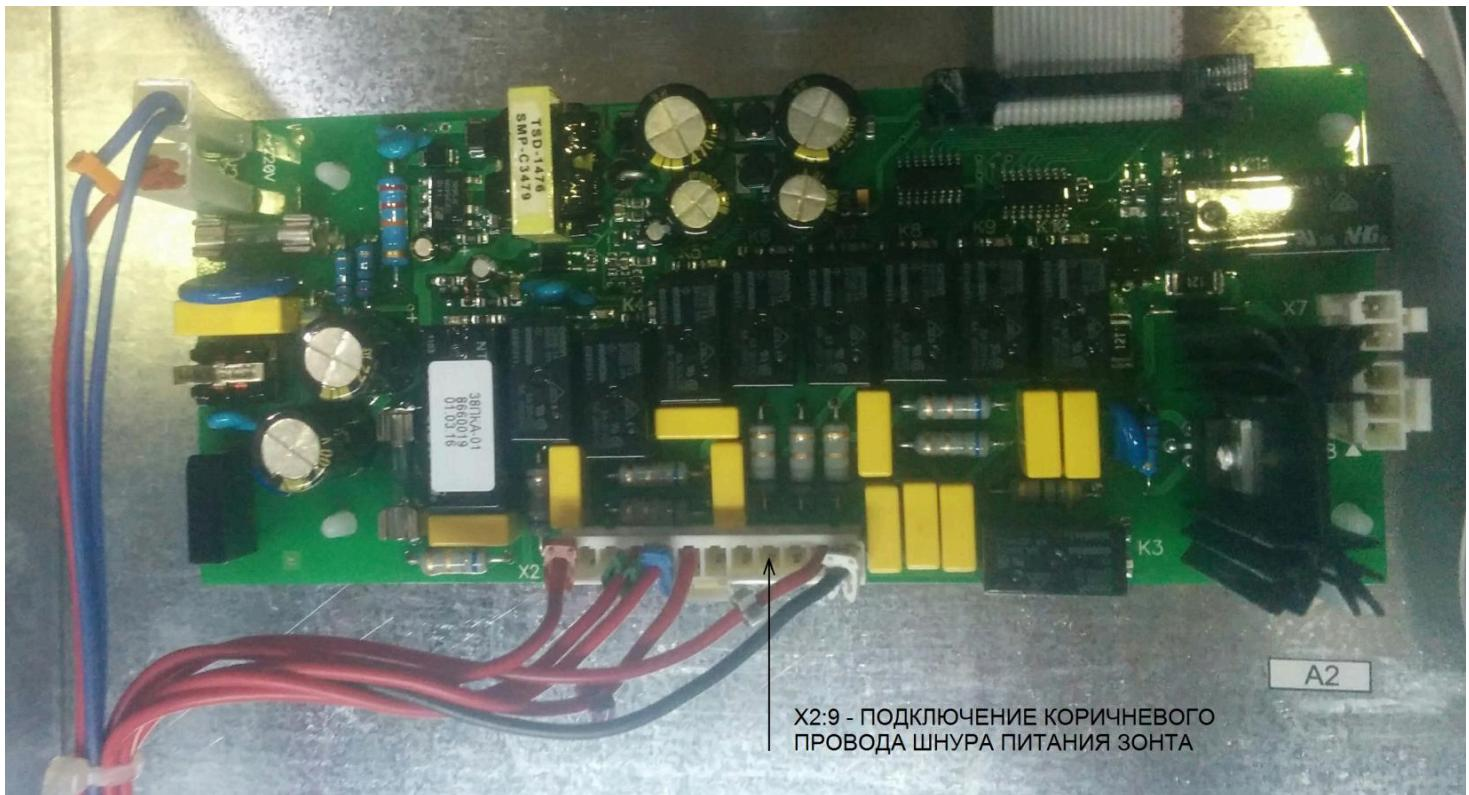
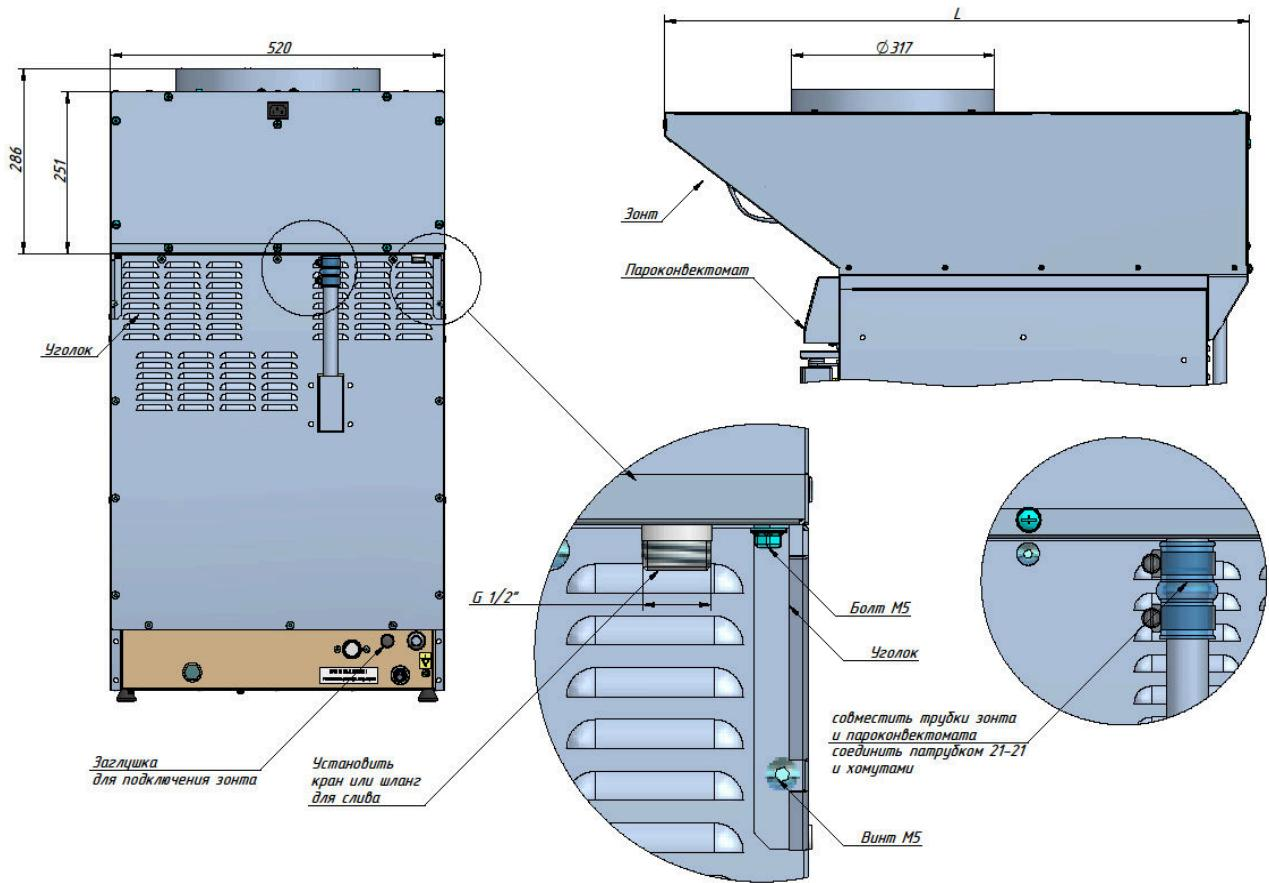

Рис. 1 Подключение к блоку управления контроллера
Рис.2 Установка зонтов ЗВВ-600 и ЗВВ-700 на пароконвектомат
- коричневый провод шнура питания (L) подключить к разъему X2:9 блока управления контроллера (рис. 1);
- синий провод шнура питания (N) подключить к автоматическому выключателю QF2:2;
- установить зонт 3ВВ-600 и 3ВВ-700 на пароконвектомат ПКА6-1/2П и ПКА6-1/3П: необходимо совместить трубку вывода пара из камеры пароконвектомата с трубкой (без резьбы) в ванной зонте и соединить патрубком и двумя хомутами (рис.2);